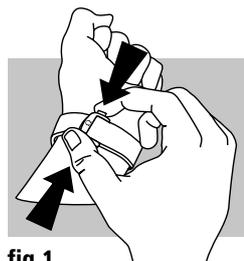
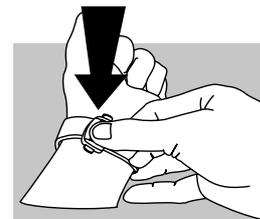

fig. 1
fig. 2
Apertura (fig. 1): presione los 2 pulsadores situados a ambos lados del cierre y tire hacia arriba.
Cierre (fig. 2): póngase su reloj OMEGA en la muñeca y cierre el desplegable hasta que oiga un ligero clic.
Apertura (fig. 1): para abrir el cierre, presione los dos pulsadores laterales del cierre OMEGA y tire hacia arriba.
Ajuste de la longitud (fig. 2): presione el pulsador "PUSH" en el sentido de (A) a la vez que libera la pulsera (B). Desplace la pulsera colocándola en la posición de ajuste deseada (C). Presione el sistema móvil para asegurarlo verificando que ha colocado el orificio correctamente sobre el botón para no dañar la pulsera (D). Pruébese el reloj y recomience si es necesario.
Cierre (fig. 2): póngase su reloj OMEGA y abroche el cierre hasta que se oiga un ligero clic.
Apertura (fig. 1): presione los dos pulsadores situados a ambos lados del cierre y tire hacia arriba.
Cierre (fig. 2): póngase su reloj OMEGA en la muñeca, introduzca la correa en el interior de las guías y abrache el cierre hasta que oiga un ligero clic.
Atornillar de nuevo la corona Bullhead: para atornillar de nuevo la corona Bullhead, oriéntela de modo que la marca negra quede contra la parte superior (fig. 1), después pulse y atornille la corona a 90° (fig. 2).
Para retirar una pulsera de caucho (fig. 1): deslice el botón hacia abajo y suelte la pulsera de las asas para retirarla de la caja.
Para retirar un brazalete de acero (fig. 2): presione el botón y suelte el brazalete de las asas para separarlo de la caja del reloj.